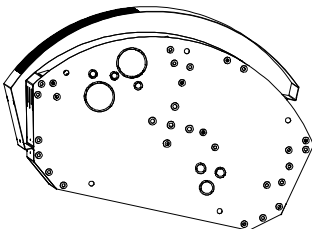

Рис. 17
8. Отодвигая панель от себя, полностью достаем ее из технологического паза (см. рисунок 17).